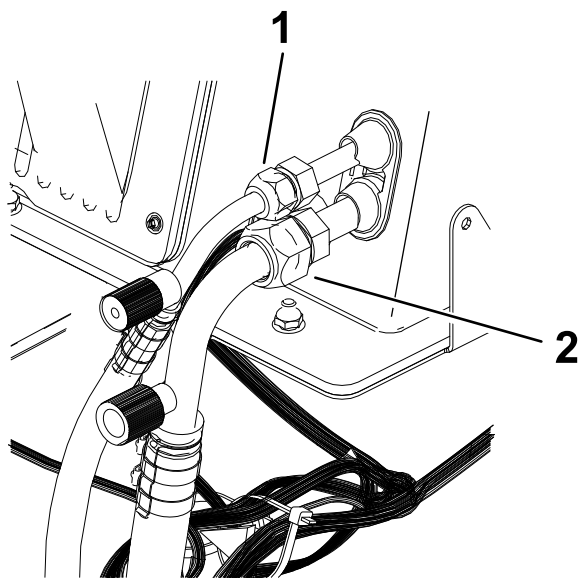

Figura 31
2. Flessibili del refrigerante (3)
9. Collegate il flessibile di aspirazione e quello di scarico alla scatola HVAC (Figura 31).